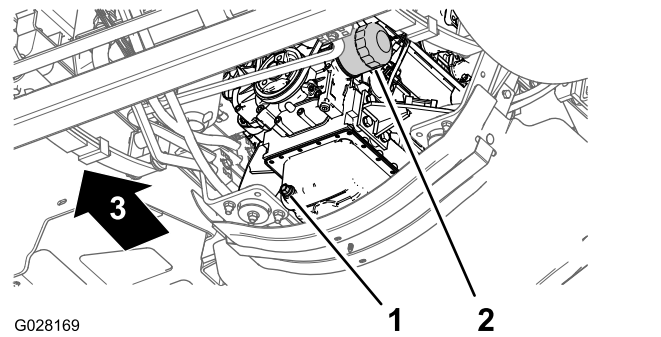

Bild 71
3. Fluchten Sie eine Auffangwanne unter dem Motorölfilter aus (Bild 71).
4. Entfernen Sie den alten Ölfilter (Bild 71).
8. Setzen Sie den Ölfilter in den Filteradapter ein und drehen Sie den Ölfilter nach rechts, bis die Gummidichtung den Filteradapter berührt. Ziehen Sie den Filter dann um eine weitere halbe Umdrehung an (Bild 71).
1. Stellen Sie eine Auffangwanne unter die Ablassschraube (Bild 71).
2. Nehmen Sie die Ablassschraube ab und lassen Sie das Öl vollständig ablaufen (Bild 71).